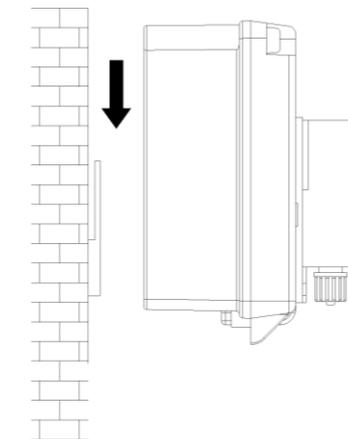

Abb. 2
- Hängen Sie das Dosiersystem an der Wandmontageplatte auf. (Abb. 2)